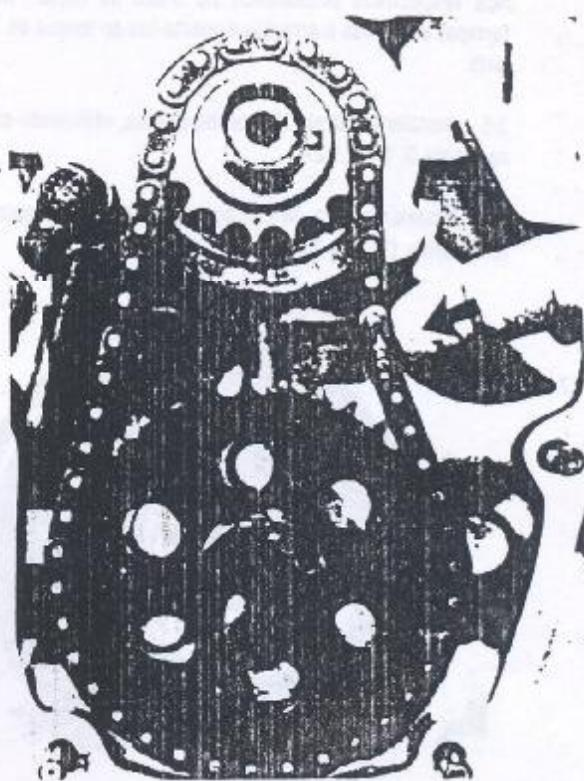

Figura 1.01.22 - Ajuste do apoio da corrente
29. Forçando manualmente a corrente no lado oposto ao apoio, ajustá-la em seus furos oblóngos, de modo que o mesmo fique paralelo com a corrente, e o mais próximo possível da desta, sem contudo tensioná-la (Figura 1.01.22).